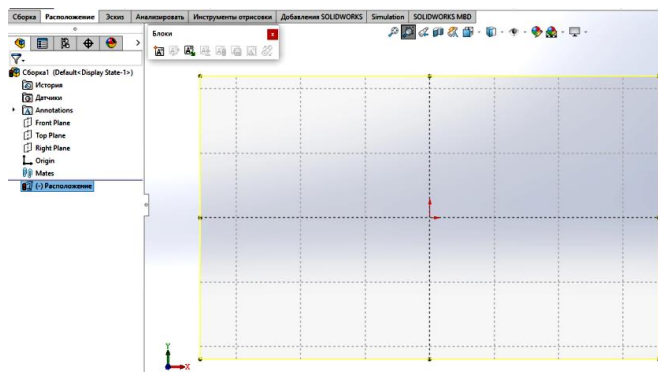

Рис.2. Вікно Розташування
2. Створюємо файл **Збірка** та у вікні **Почати збірку**, натискаємо кнопку **Створити розташування**. З'являється площина для створення блоків (Рис.2.) Для зручності, можна викликати панель **Блоки (Вид-Панель інструментів-Блоки)**, хоча можна користуватися й **Панеллю менеджера**, де є всі потрібні кнопки.